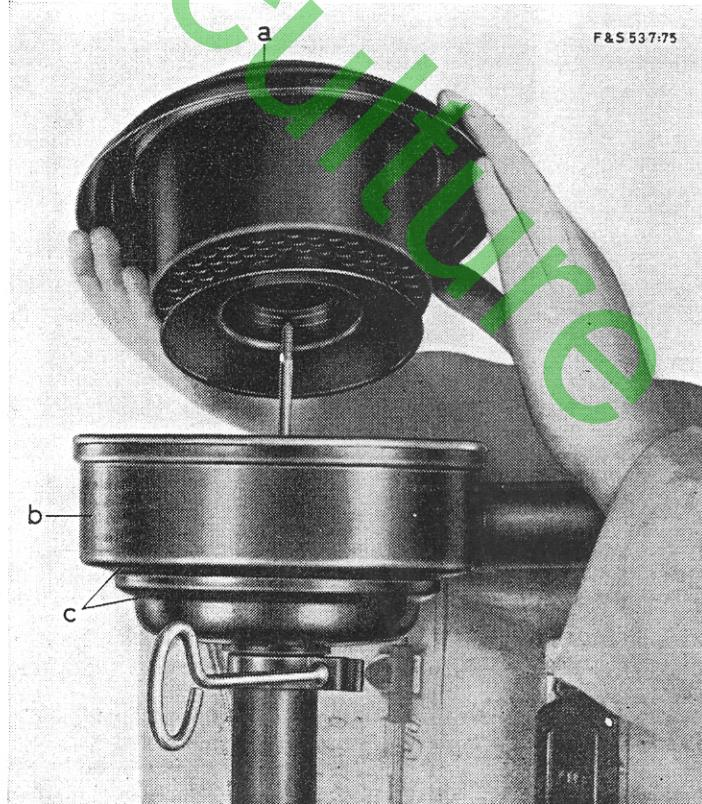

Figure 10:
1. FILTRE A AIR A BAIN D'HUILE. — Maintenir le niveau d'huile dans ce filtre (fig. 10) jusqu'à la hauteur repérée par un cercle de couleur à l'intérieur du filtre. Changer cette huile en fonction de l'état poussiéreux de l'atmosphère, au plus tard lorsque la hauteur de ces poussières atteint 1 cm à la base du filtre. Une huile très chargée en poussières nuit au bon fonctionnement du filtre qui ne protège plus le moteur.
Démonter le filtre voir fig. 10. Après avoir enlevé la partie supérieure, évacuer l'huile souillée et laver ce bol avec du combustible Diésel. L'élément filtrant composant la partie supérieure se nettoie de lui-même lorsque le filtre est en service. Néanmoins, nous vous recommandons de nettoyer cet élément toutes les 200 heures en le tremplant dans du combustible Diésel. Ne pas employer d'essence, d'ingrédients détergents ni de liquide chaud. Faire ensuite égoutter. Terminer en examinant la pipe de raccordement au moteur afin de voir si elle ne renferme pas de corps étrangers, paille etc. Si elle n'est pas bosselée et si ses extrémités sont étanches. L'échanger dans le cas contraire. Remplir le filtre avec de l'huile jusqu'à la marque c (fig. 10).